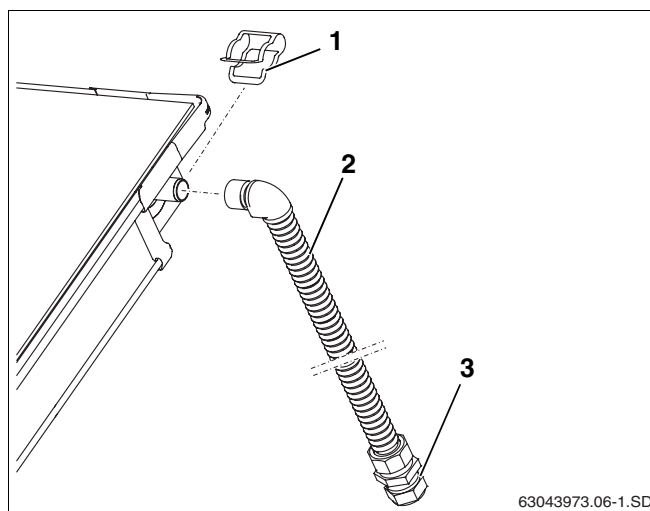

Fig. 34 Montar a tubagem de impulsão (sem dispositivo de purga no telhado)
- ▶ Introduzir o tubo de ligação (1000 mm, fig. 34, **item 2**) sobre a ligação de impulsão do campo de colectores e fixá-lo com grampos (fig. 34, **item 1**).
- ▶ Ligue o tubo colector à união roscada de anel de aperto (fig. 34, **item 3**).